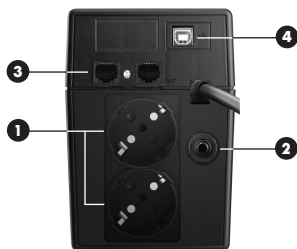

Рис.3
Присоедините интерфейсный кабель к интерфейсному порту на задней панели ИБП (рис.3 п.4) и к соответствующему порту на компьютере.
Присоедините телефонный кабель к входному телефонному разъему (IN) на задней панели ИБП, выходной разъем (OUT) соедините с модемом или с телефоном (рис.3, п.3). Для стандартного соединения используются разъемы RJ-11/RJ-45.
Подсоедините нагрузку к выходным розеткам на задней панели ИБП (рис.3, п.1). Проверьте, чтобы все подключаемые к ИБП устройства, **были выключены**.